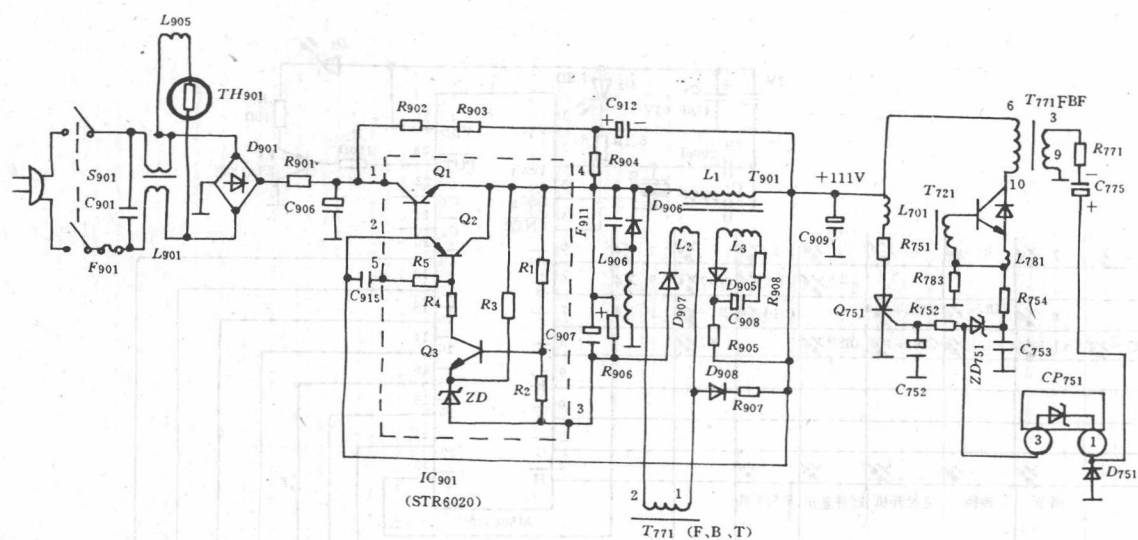

图2 开关电源电路
(1)电路结构特点:①开关电源电路由厚膜电路 IC₉₀₁(STR6020)和开关变压器 T₉₀₁以及外围元件组成。参看图 2。由于开关管和误差放大与脉宽调制电路都集中在—块集成电路内,所以稳压性能好,工作稳定;②属于自激—行同步式串联输出型开关电源,只有 111V 一路电压输出;③由于开关管与负载相串联,所以整机底板带电,维修时要注意安全。
(2)工作原理:①振荡过程:220V 市电经开关 S₉₀₁,保险管 F₉₀₁,高频滤波器 C₉₀₁与 L₉₀₁抑制干扰后,送至 D₉₀₁进行桥式整流,经 R₉₀₁、C₉₀₆滤波后输出 300V 直流电压,一路加至 IC₉₀₁①脚(即开关管 Q₁的集电极),另一路由 R₉₀₂、R₉₀₃和 C₉₁₂构成启动电路向 IC₉₀₁②脚(即开关管 Q₁的基极)提供启动电流,使开关管 Q₁导通。Q₁导通后,IC₉₀₁④脚(即开关管 Q₁的发射极)外接开关变压器 T₉₀₁的 L₁初级绕组有电流流过,次级绕组 L₃(正反馈绕组)产生感应电压,经 R₉₀₈、C₉₀₈、R₉₀₅正反馈到 Q₁的 b 极,使 Q₁迅速进入饱和导通状态,此时,IC₉₀₁④脚电压上升到最大值。